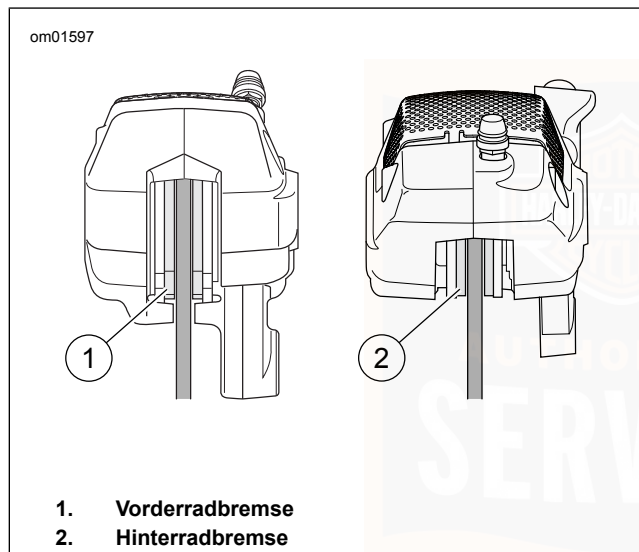

Abbildung 36. Bremsbelagmaterial
2. Siehe Abbildung 36. Die Dicke des Reibbelagmaterials im Bremsbelag messen. Für die Hinterradbremse das Lineal durch den Zwischenraum entlang der Bremssattelseite hindurch an die Bremscheibe halten.